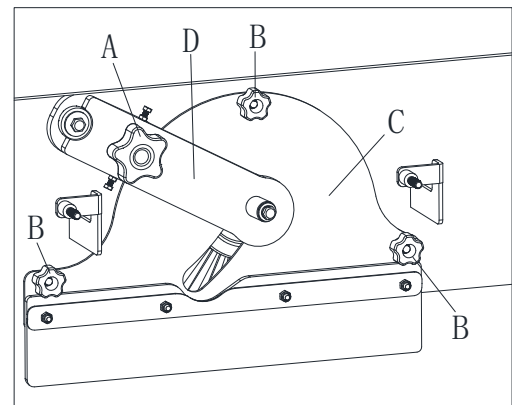

Abb. 23
4. Schrauben Sie den Knopf (A, Abb. 23) ab und entfernen Sie die Halterung der Antriebsnabe (D, Abb. 23).
5. Lösen Sie die Knöpfe (B, Abb. 23) und entfernen Sie die Abdeckung des Bürstenfachs (C, Abb. 23).
12. Installieren Sie die Halterung der Antriebsnabe (D, Abb. 23), indem Sie den Knopf (A, Abb. 23) festziehen.